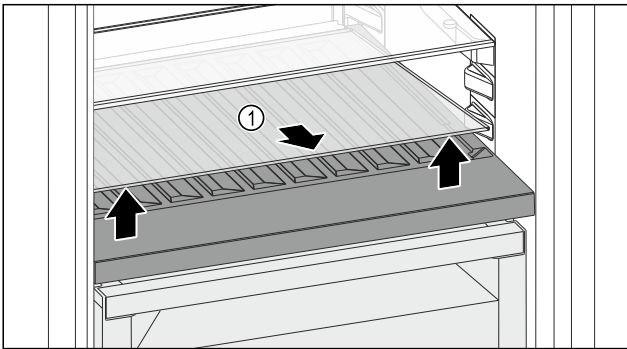

Fig. 84
► 抬起前部槽上的玻璃隔板 Fig. 84 (1) 并取出。
► 将玻璃隔板 Fig. 84 (1) 稳妥地放在冰箱外。